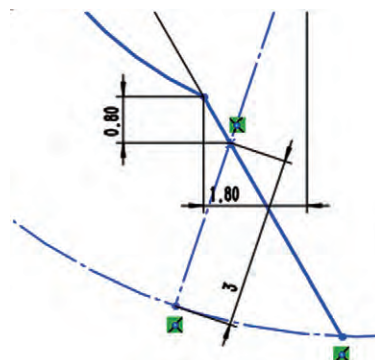

图 16
(11) 标注步骤 10 中所绘点和圆弧 4 与直线交点的垂直距离为 0.8、与构造线外圆交点的距离为 3 以上（图 16）。